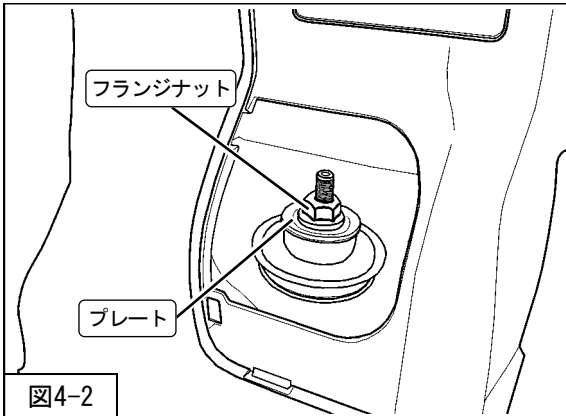

図4-2
- 3. プレート・フランジナット（締付トルク：28N・m）を使用して、リアショックアブソーバASSYを車両に取付けてください。（図4-2）